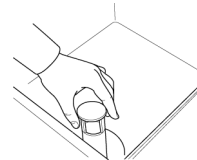

Abb. 41
- 1- Öffnen Sie die Tür und entfernen Sie den Überlauf. (Abb. 41)